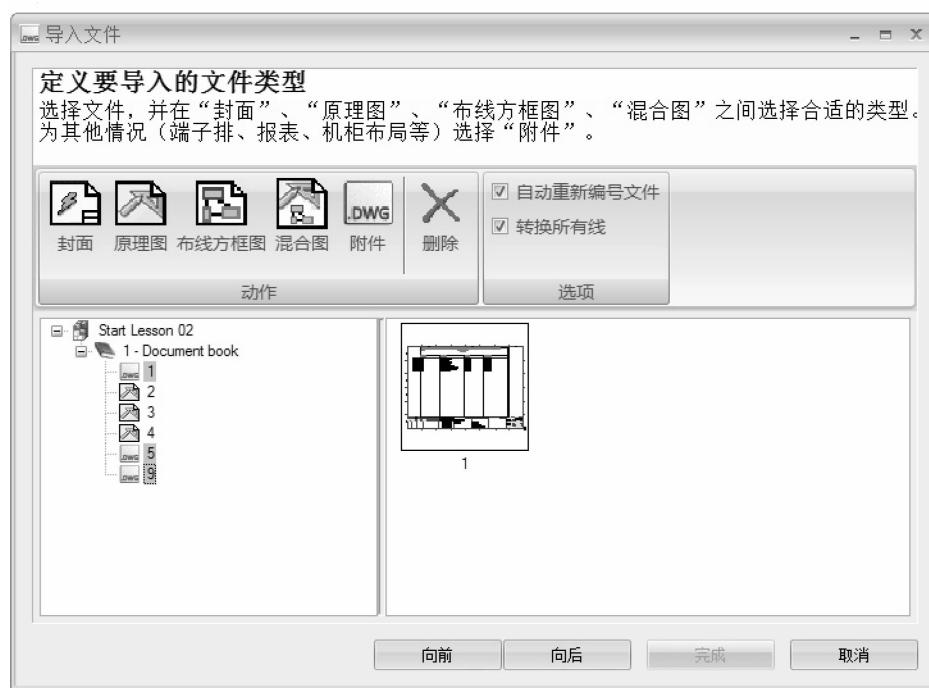

图 4-6 定义图纸类型
**步骤 11 定义文件类型** 选择页面 1、5 和 9，单击【附件】，设置图纸类型，如图 4-6 所示。单击【向后】继续执行。